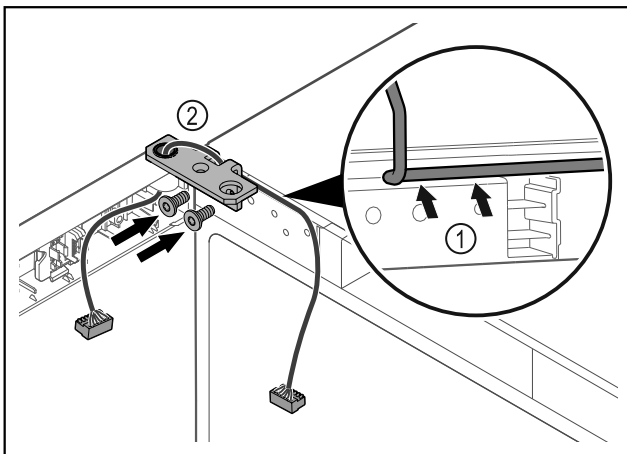

Fig. 58
- ▶ Vezesse át a kábelt a csuklópánton lévő nyíláson, majd óvatosan fektesse le Fig. 58 (1).
- ▶ Csavarozza fel a csuklópántot Fig. 58 (2).